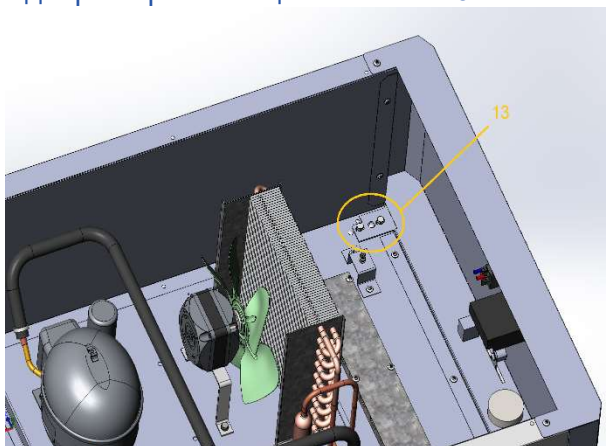
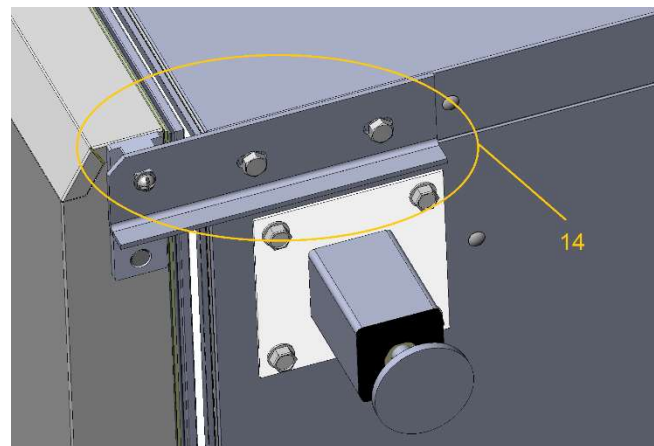

Рис. 13
Рис. 14
12. При необходимости отрегулировать верхнюю (13) - рис. 13, и нижнюю (14) - рис. 14 петли дверей при помощи ключа на 10 мм.